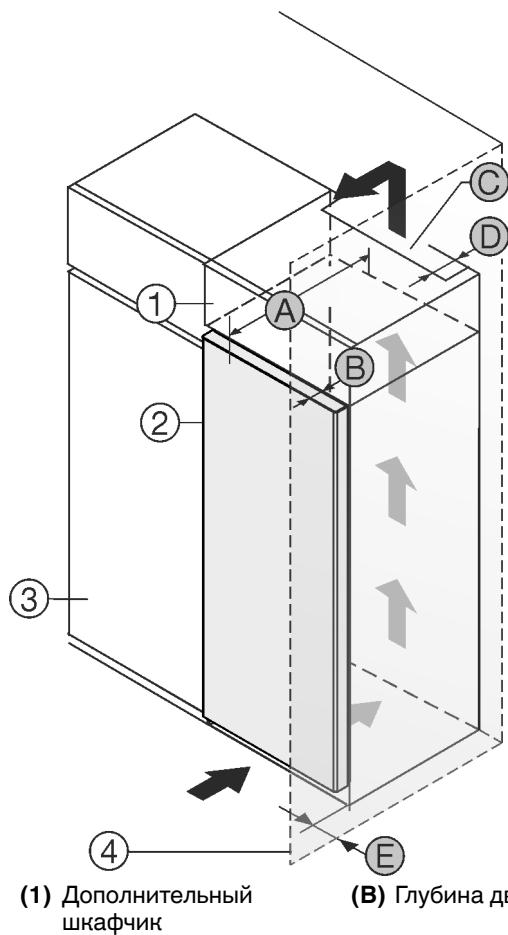

Fig. 1
Установите устройство непосредственно рядом с кухонным шкафом Fig. 1 (3).*
На задней стенке дополнительного шкафчика должен быть вентиляционный канал с глубиной Fig. 1 (D) по всей ширине этого шкафа.
Нужно соблюдать вентиляционное отверстие Fig. 1 (C) под нижней панелью.
Если устройство установлено на шарнирах у стены Fig. 1 (4), то расстояние между устройством и стеной должно быть не менее 13 мм.
Чтобы можно было полностью открыть двери, устройство должно выступать на глубину двери Fig. 1 (B) относительно передней стенки кухонного шкафа. В зависимости от глубины кухонных шкафов Fig. 1 (3) и использования пристенных распорок устройство может выступать и больше.*